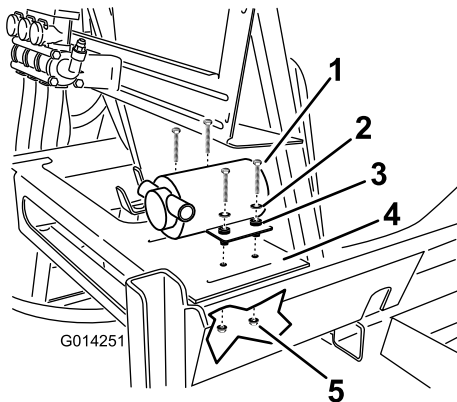

Figura 19
1. Monte a bomba do depósito de lavagem à estrutura do depósito na plataforma no lado direito traseiro do depósito principal, como se mostra na Figura 19.
2. Prenda a bomba do depósito de lavagem à estrutura utilizando quatro parafusos, quatro anilhas e quatro porcas de bloqueio (Figura 19).